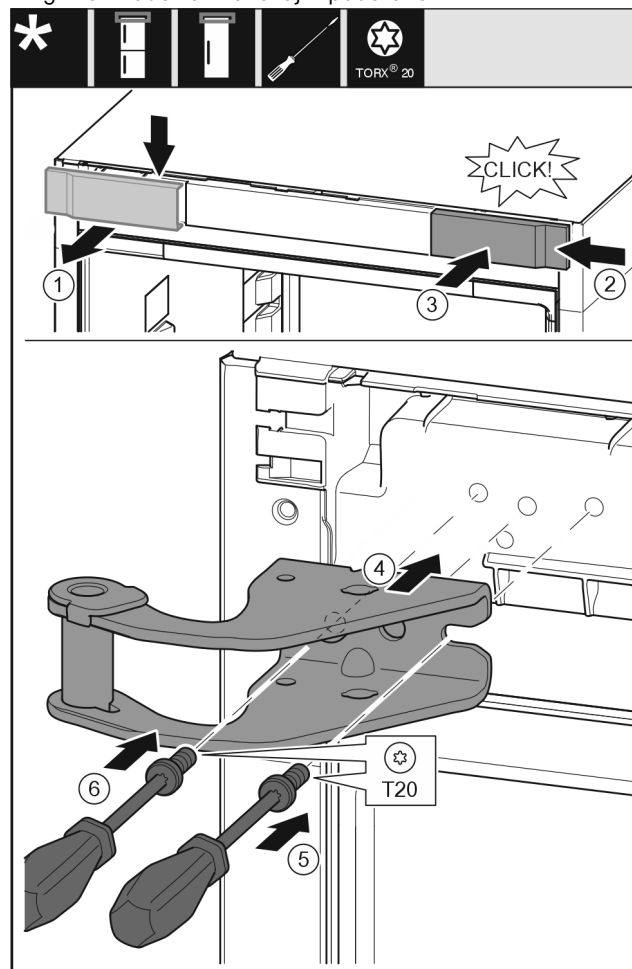

Fig. 11
- ▶ Pokrov snemite od zgoraj v smeri naprej. Fig. 11 (1)
- ▶ Pokrov, obrnjen za 180°, namestite na drugi strani desne strani. Fig. 11 (2)
- ▶ Zatakните pokrov. Fig. 11 (3)
- ▶ Pristavite zgornji ležajni podstavek. Fig. 11 (4)
- ▶ Vijak vstavite z izvijačem T20 in ga zategnite. Fig. 11 (5)
- ▶ Vijak vstavite z izvijačem T20 in ga zategnite. Fig. 11 (6)